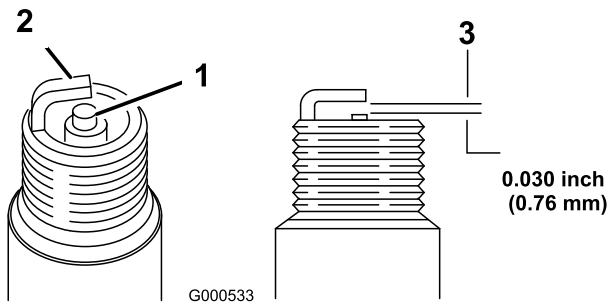

Figura 45
- Mire la parte central de las bujías (Figura 45).
- Compruebe la separación entre los electrodos central y lateral (Figura 45) y doble el electrodo lateral si la separación no es correcta.